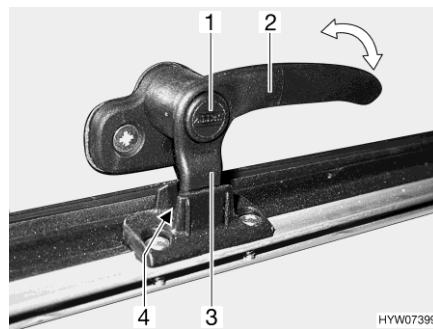

Fig. 37 Palanca de bloqueo (posición de "ventilación continua")
- En la posición "ventilación continua" (Fig. 37)
- Presionar el botón de seguridad (Fig. 37,1) y mantenerlo pulsado.
- Girar la palanca de bloqueo (Fig. 37,3) un cuarto de vuelta hacia la mitad de la ventana.
- Girar de nuevo hacia atrás la palanca de bloqueo. El saliente de bloqueo (Fig. 37,3) de la palanca de bloqueo se ha de introducir para ello en el rebaje del bloqueo de la ventana (Fig. 37,4).
- Soltar el botón de seguridad (Fig. 37,1).